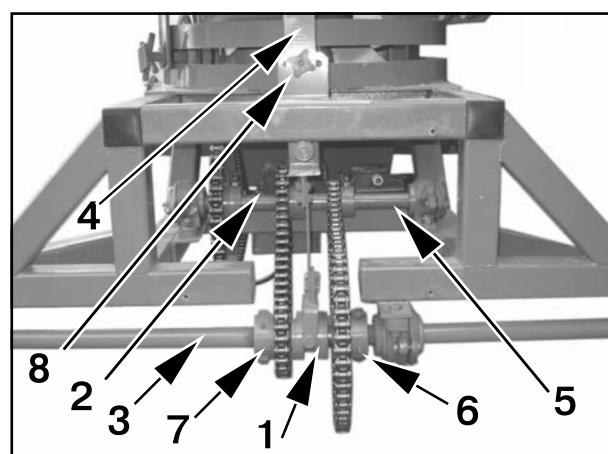
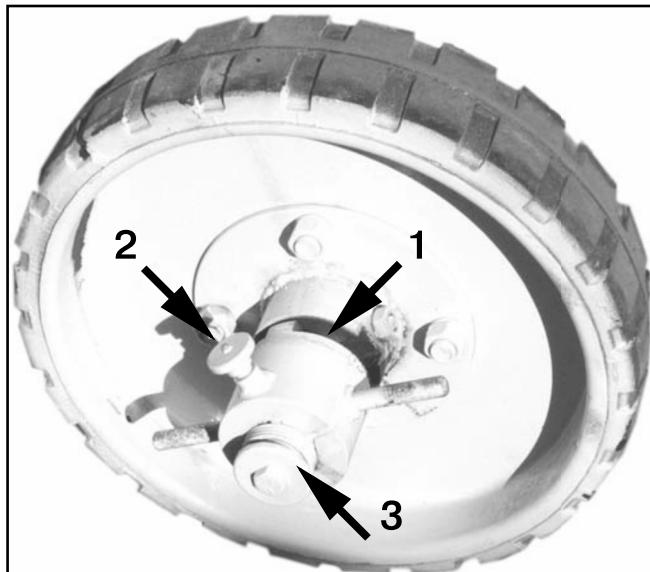

Рис.3
Рис. 4
3.6. Механизм самохода (рис.3) служит для осуществления движения метателя вперед и назад в режимах рабочей и транспортной скоростей, а также отключения трансмиссии от колес при буксировке машины.
6.2. Гайкой 8 (рис.3) растормозите вращение отгрузочного транспортера 2, разверните его в нужном направлении, зафиксируйте.
6.3. При отключенном рубильнике подсоедините питающий кабель к машине и источнику тока, включите рубильник. На пульте управления должна загореться сигнальная лампа. Переключите рычаг 4 (рис.3) управления кулачковой муфтой в крайнее левое положение (рабочая скорость). Слокируйте заднее левое колесо через муфту колеса 1 (рис.4) с валом, вытянув фиксатор муфты 2. На пульте управления установите переключатель «режим работы» в положение «работа», переключатель «реверс» в положение «вперед». Включите «отгрузочный транспортер», затем «загрузочный транспортер». После этого включите кнопку «самоход».